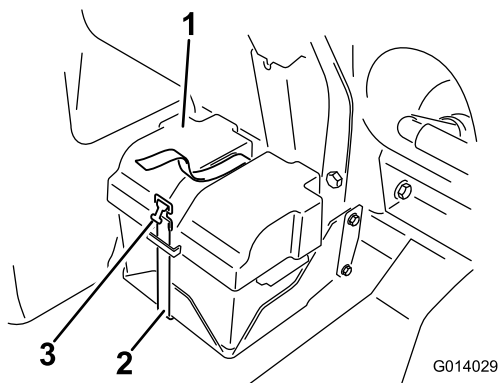
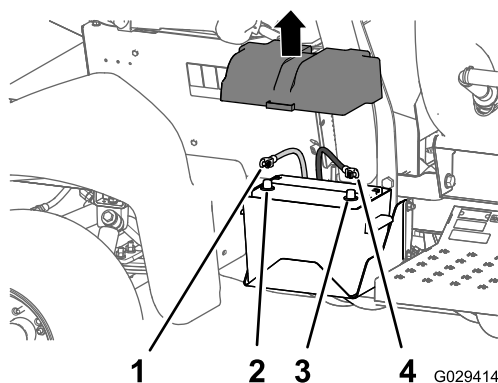

Figura 2
Figura 3
1. Retire a cobertura da bateria e desligue o cabo negativo (preto-terra) do pólo da bateria (Figura 2 e Figura 3).
2. Desligue o cabo positivo (vermelho) do polo da bateria (Figura 3).